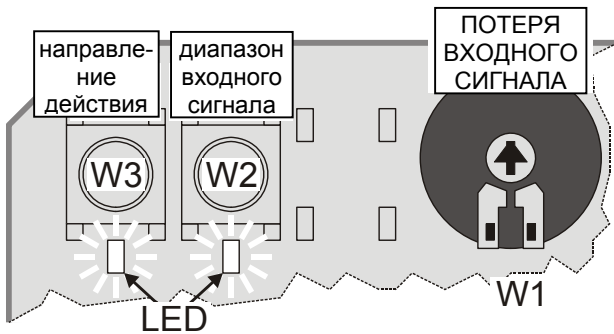

Рис. 1. Кнопка и потенциометр (полож. по умолчанию)
* Настройки завода-изготовителя; может быть изменен на противоположный нажатием на правую кнопку (W3) расположенную на РСВ (см. Рис. 1).
Направление действия может быть изменено на противоположное нажатием на левую кнопку (W3) расположенной на печатной плате (см. Рис. 1), Если соответствующий светодиод горит, то это отображает, что шток привода втягивается при сигнале управления 0(2) Vdc (настройка завода-изготовителя); если не горит, то шток привода выдвигается при сигнале управления 0(2) Vdc.
Диапазон входного аналогового сигнала Y может быть изменен нажатием правой кнопки (W2), расположенной на печатной плате (см. Рис. 1). Если соответствующий светодиод горит, то значит привод настроен на работу от 0...10 V (настройка завода-изготовителя); если не горит – то привод настроен на работу от 2...10 V.
При помощи потенциометра (W1), расположенного на печатной плате (см. Рис. 1), может быть задано положение привода на случай потери управляющего сигнала (например при обрыве провода), привод перейдет на заданное положение в диапазоне от 0% до 100%. По умолчанию на заводе-изготовителе настраивается центральное положение (50%).